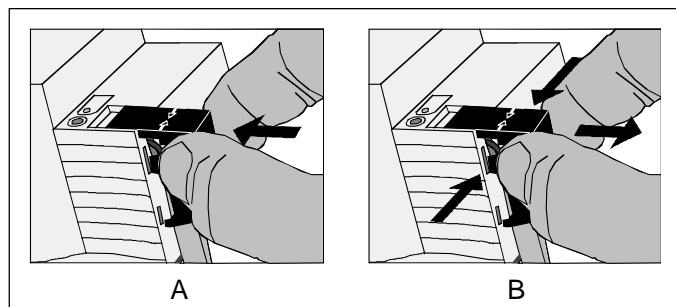

Bild 6: Abdeckkappe anbringen / entfernen
- Abdeckkappe anbringen (A): Die Abdeckkappe wird über die Busklemme geschoben (siehe Bild 6), bis sie spürbar einrastet.
- Abdeckkappe entfernen (B): Die Abdeckkappe wird entfernt, indem sie seitlich leicht eingedrückt und nach vorne abgezogen wird.